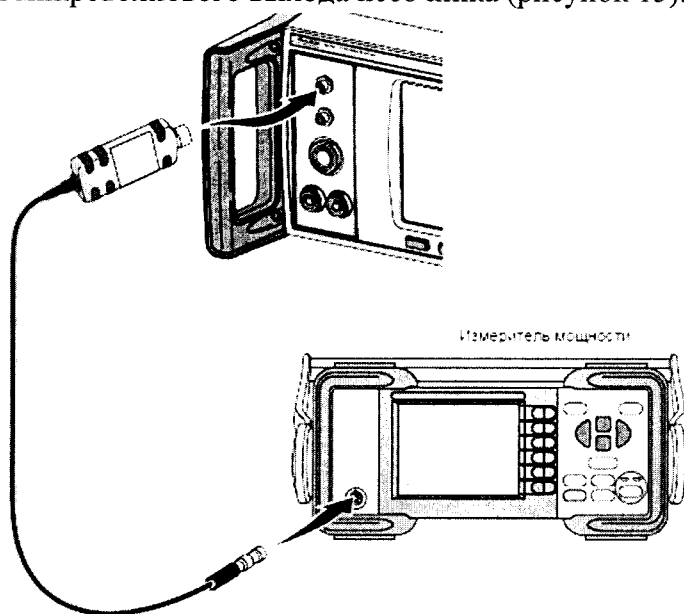

Рисунок 15.
8.17.7 Соединить вход преобразователя измерителя мощности (NRP-Z55) напрямую с выходом микроволнового выхода источника (рисунок 15).